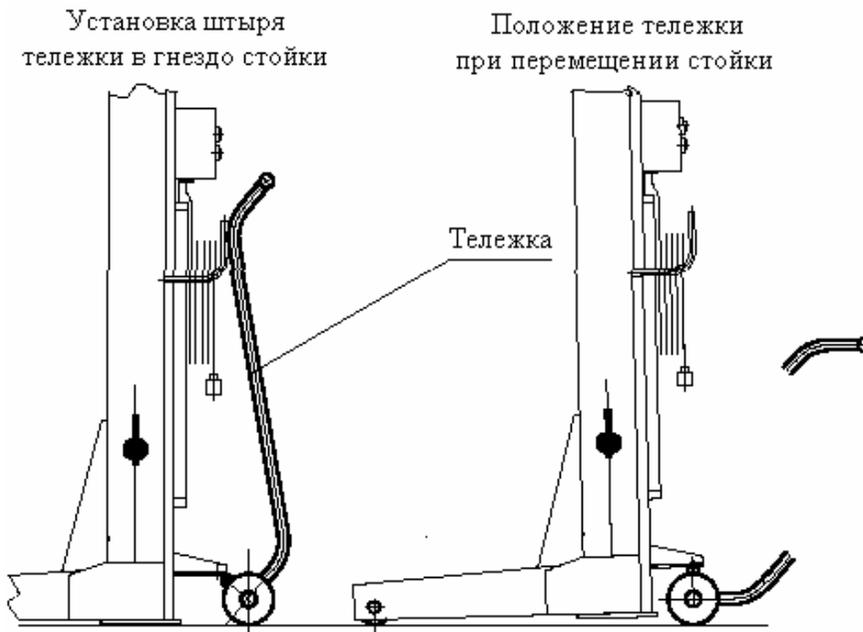

Рис. 5. Перемещение стойки при помощи тележки
7.1.1. При помощи тележки подкатить каждую стойку подъемника подхваты под штатные опорные места троллейбуса, трамвая, автобуса. Для перемещения стойки подкатить тележку к стойке и, зацепив ее, приподнять (см.Рис.5).